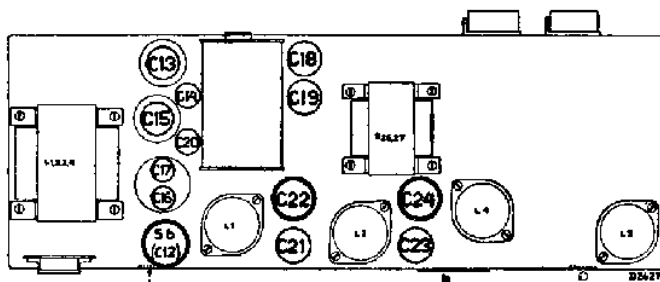

Abb. 7
9. C24 auf grösste Ausgangsleistung abgleichen (siehe Abb. 7).
7. Auf grösste Ausgangsleistung in nachstehender Reihenfolge abgleichen: C16-C15-C13-C15-C16 (siehe Abb. 7).
4. S6 auf kleinste Ausgangsleistung einstellen (siehe Abb. 7).